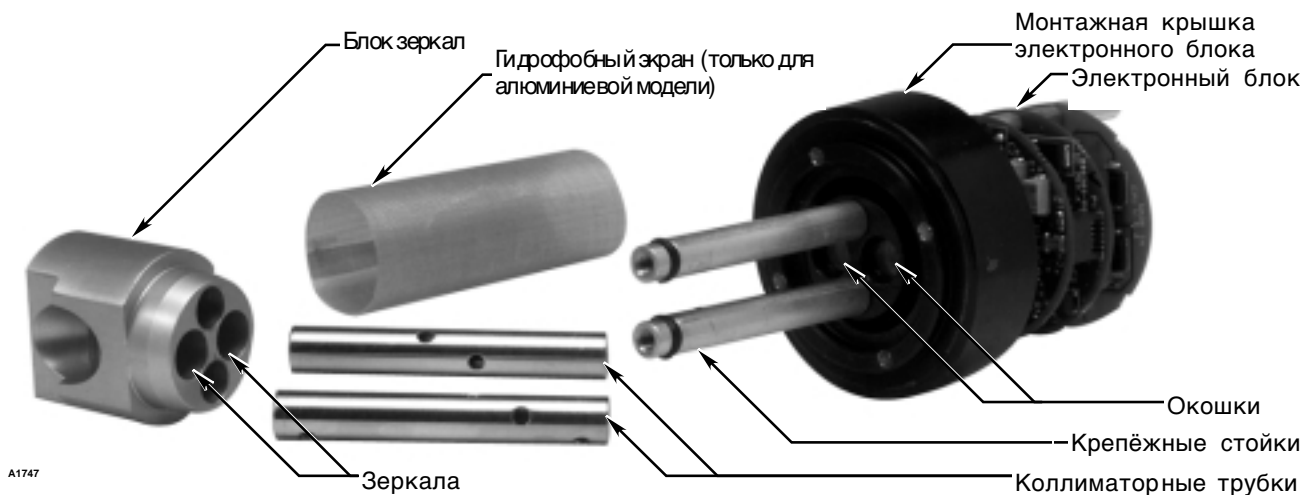
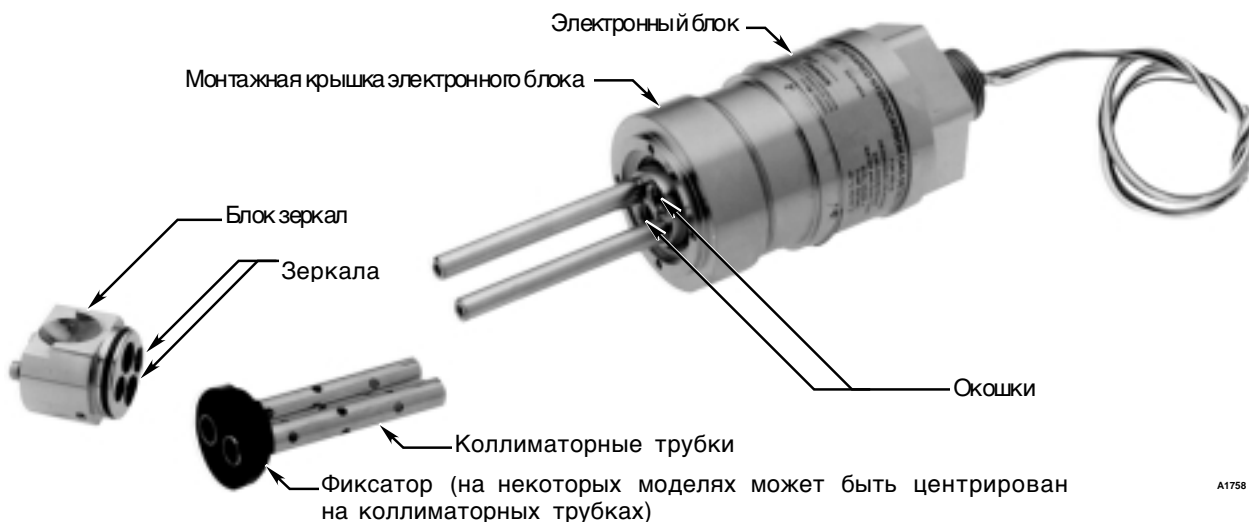

Рис. 24. Демонтаж для проведения чистки детектора ПойнтВотч в алюминиевом корпусе.
Рис. 25. Демонтаж для проведения чистки детектора ПойнтВотч в корпусе из нержавеющей стали.
3. Сдвиньте монтажную крышку электронного блока назад к зеркалам и выньте ИК модуль из цоколя, как показано на рис.12. При вынимании ИК модуля из цоколя не сжимайте гидрофобный экран (только для алюминиевой модели), т.к. это может привести к его порче. После того как ИК модуль будет вынут из цоколя, наденьте монтажную крышку на электронный блок снова, как показано на рис. 24.
4. Ослабьте два крепежных винта на верхней части блока зеркал (рис. 11) и сдвиньте блок зеркал, гидрофобный экран (только для алюминиевой модели) и отражательные трубки в сторону от электронного блока и его монтажной крышки (см. рис. 24 для модели из алюминия и рис. 25 для модели из нерж. стали).
5. Демонтируете блок зеркал, коллиматорные трубки и гидрофобный экран, как показано на рис. 24 (алюминиевая модель) и на рис. 25 (модель из нерж. стали). Не снимайте монтажную крышку электронного блока.
6. Очистите внутреннюю поверхность зеркал (2), коллиматорных трубок (2) и смотровых окошек (2), пользуясь ватными тампонами и изопропиловым спиртом или очистителем.